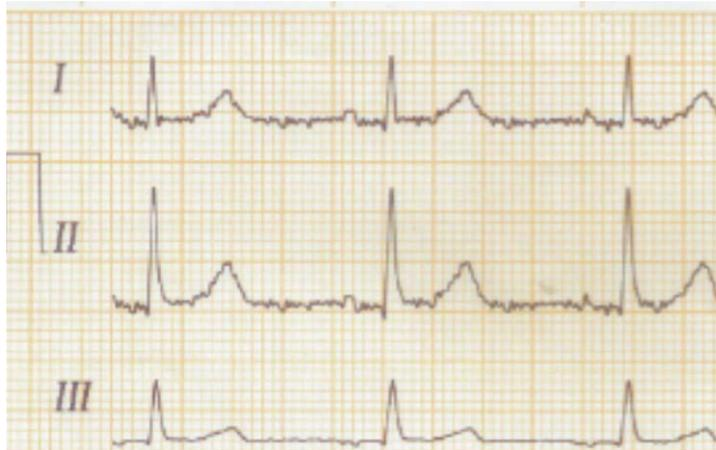

Figura 8-2
6) Interferenza EMG (come mostrato nella Figura 8-2)